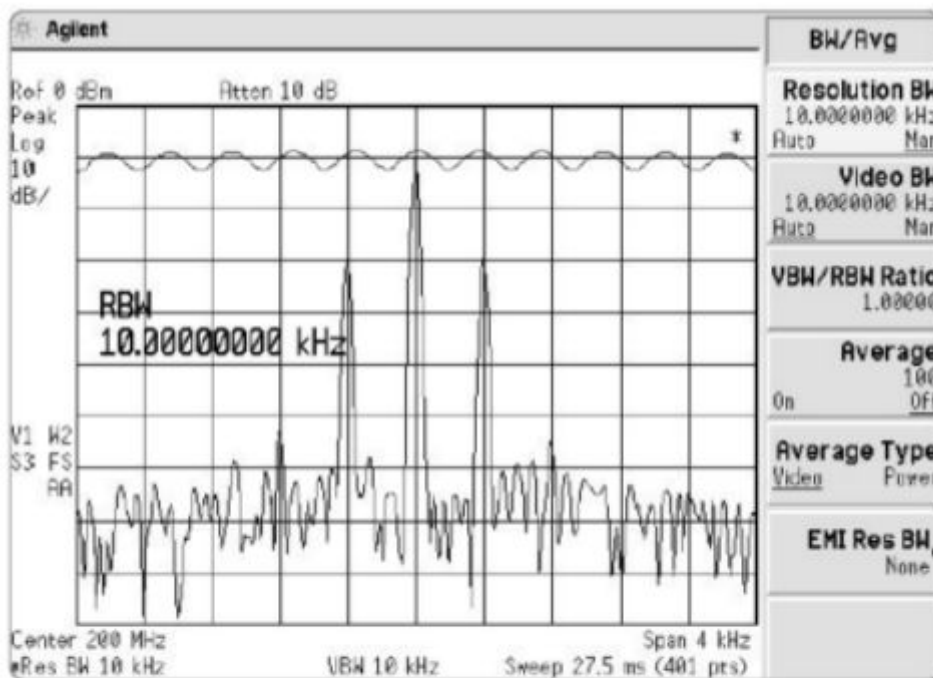

Figura 2: Pantalla de un Analizador de Espectro de Barrido
- [AEB] En la figura 2 se puede ver una señal de AM en la parte inferior (no prestar atención a la señal superior) De esta imagen obtener:
- Cómo calcularía el índice de modulación en base a esta imagen? Se corrobora con lo calculado en la figura 2?